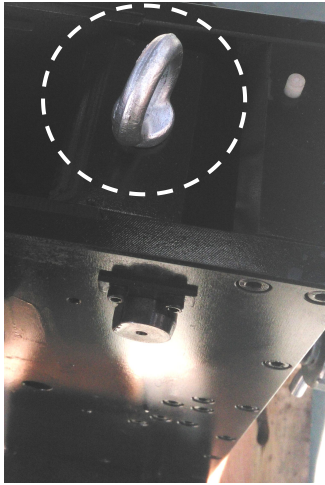

图4-1
3.1.2 打开进料斗锁扣，翻开。后将备件中的吊环拧在定臂上方螺纹孔内（图4-1）。